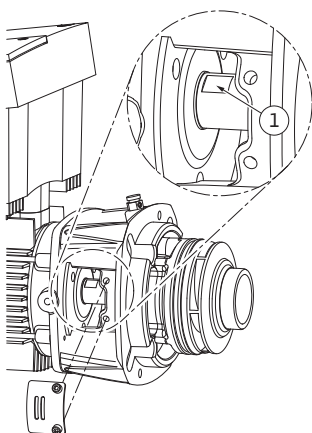

Fig. 54: Atslēgas virsmas uz vārpstas
15. Starpkorpusa logā ievietot uzgriežņu atslēgu (vislabākais ir 22 mm izmērs) un pieturēt vārpstu ar atslēgas virsmām (Fig. 54, 1. poz.). Izskrūvēt darba rata uzgriezni (Fig. 7, 15. poz.). Darba rats (Fig. 7, 16. poz.) automātiski tiks noņemts no vārpstas.
24. Uzstādot darba ratu, starpkorpusa logā ievietot uzgriežņu atslēgu (vislabākais ir 22 mm izmērs) un pieturēt vārpstu ar atslēgas virsmām (Fig. 54, 1. poz.).